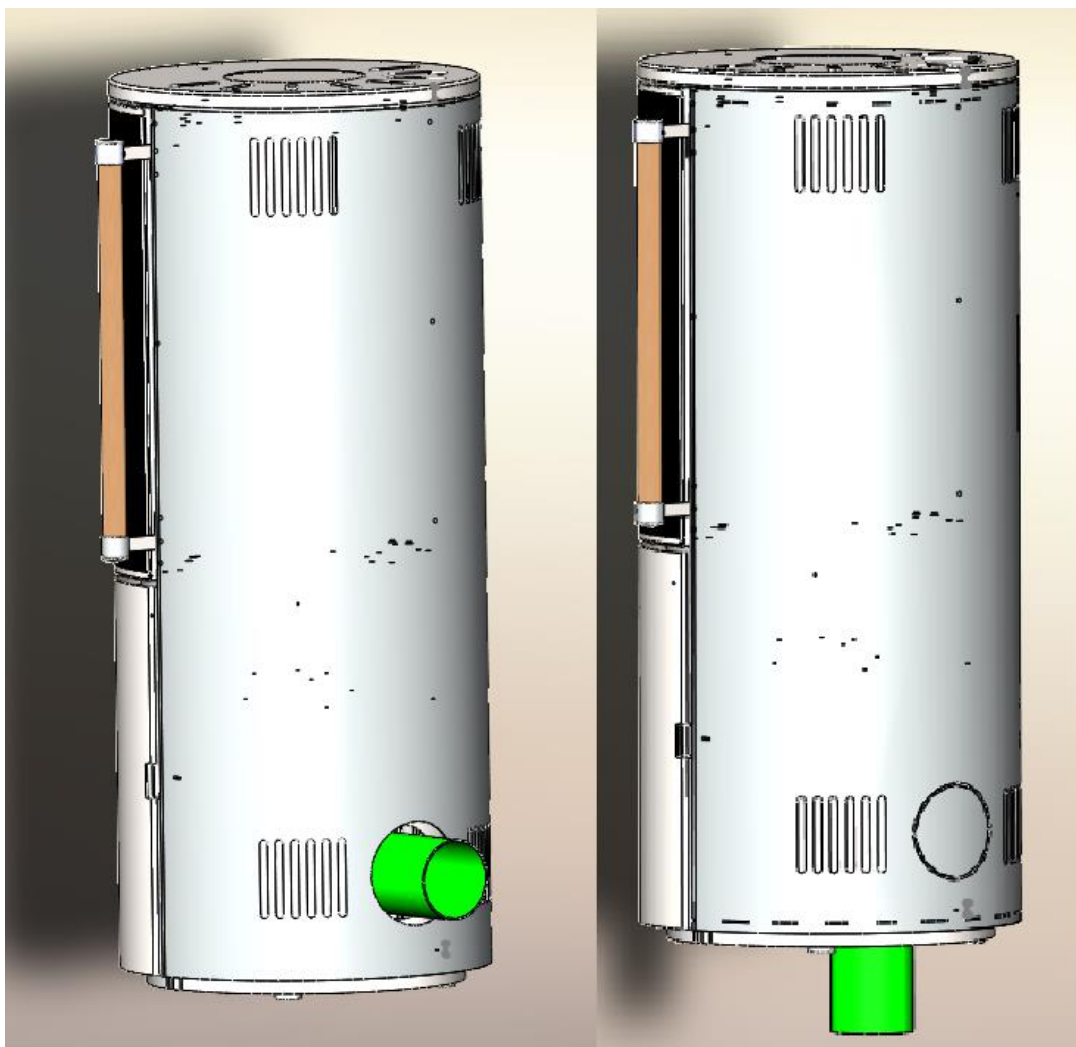

Figure 4 Raccordement pour l'air extérieur à l'arrière / en bas
5. Figure 4 Raccordement pour l'air extérieur à l'arrière / en bas	Page 7